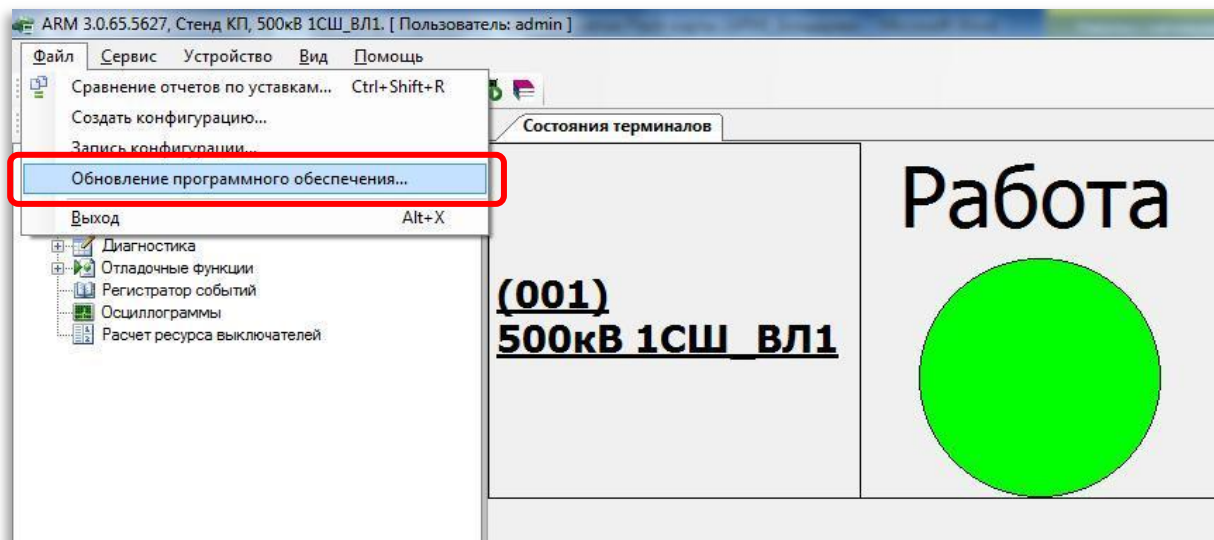

Рисунок 14 – Диалоговое окно Обновление программного обеспечения
5.1 Выбрать пункт главного меню **Файл -> Обновление программного обеспечения** (см. рисунок 14).